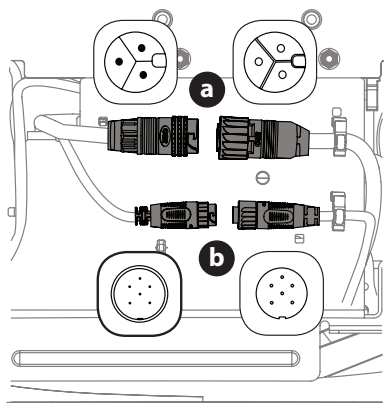

Figure 21
3. Débranchez les adaptateurs des moteurs du plateau de coupe placés sous l'appareil. Tournez le collier du plus grand connecteur (a) vers la gauche et débranchez-le avec précaution (Figure 21).